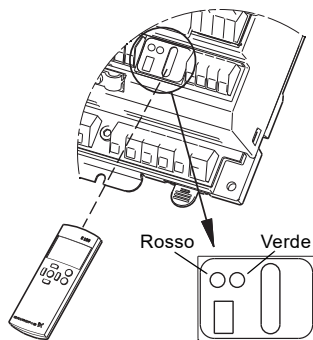

Fig. 7 R 100 e indicatori luminosi
1. Puntare il dispositivo R100 contro l'IO 351 e premere [OK]. Vedere la fig. 7.
Vedere la fig. 7.